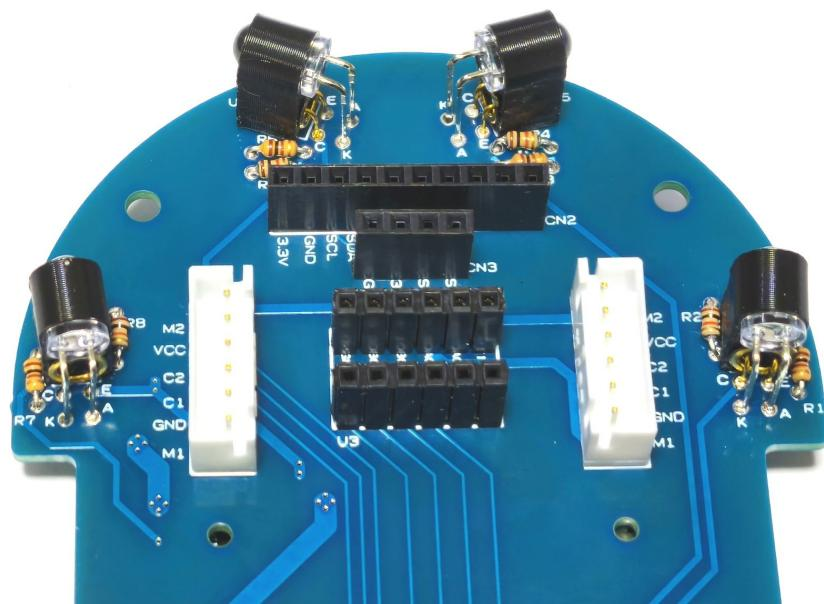

図3-4
2. リファレンス番号【U4, U5, U6, U7】に「3-1」で作成したフォトリフレクタを図3-4のよう差し込み、